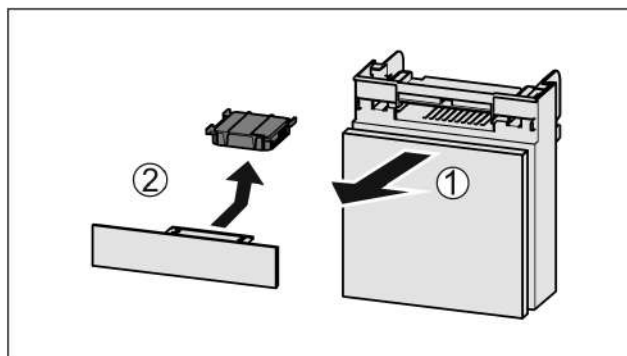

Fig. 136
- Predal izvalcite Fig. 136 (1) naprej.
- Odstranite Fig. 136 (2) aktivni ogljeni filter.